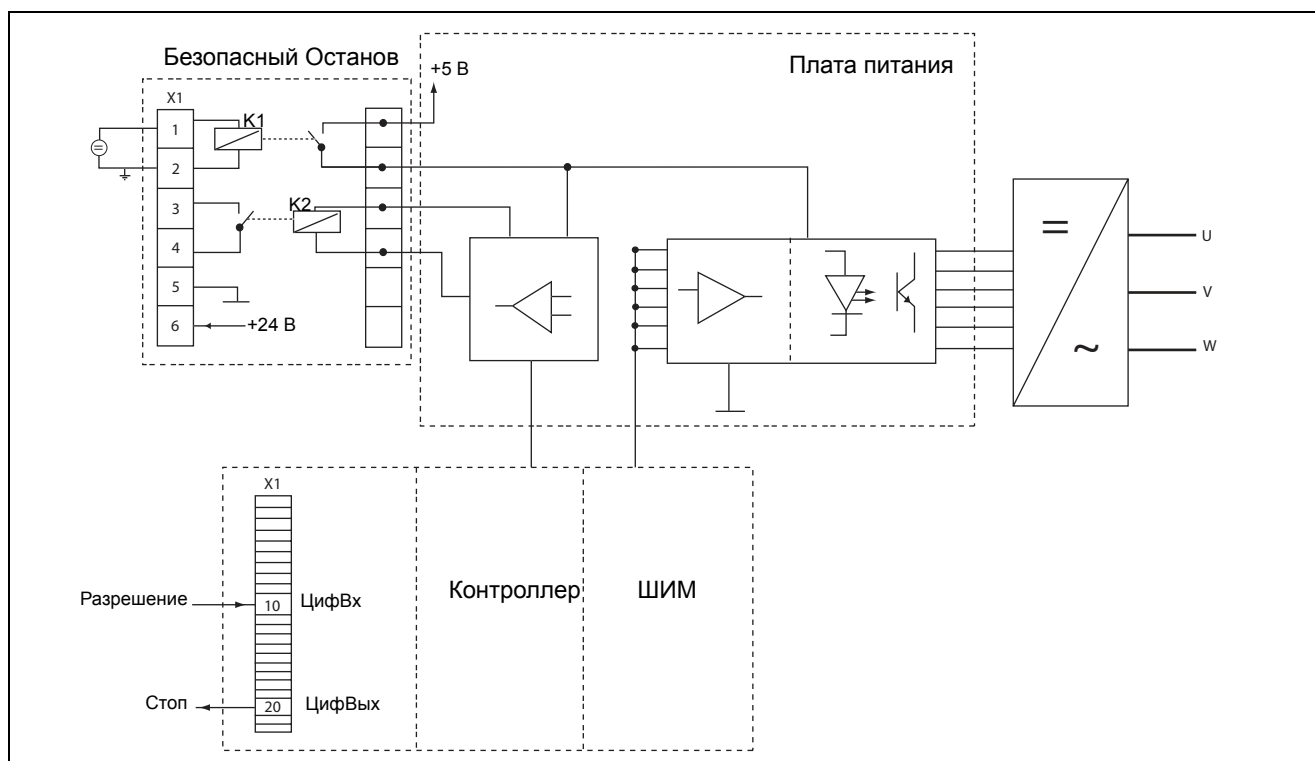

Рис. 122
- На плате расширений Безопасного Остойна необходимо активировать вход "Блокировка", подключив к клеммам 1 (Блокировка +) и 2 (Блокировка -) подключив источник 24 В постоянного тока, таким образом получит питание защитное реле K1, что в свою очередь деблокирует цепи управления выходными модулями. См. также Рис. 122.
- Высокий уровень сигнала на цифровом входе, например клемма 10 на Рис. 122, для которой установлено значение "Разрешение". Для получения информации о настройке цифрового входа см. раздел 11.6.2, страница 126.
Чтобы отследить функцию "Разрешение", можно воспользоваться выбором "Работа" на цифровом выходе, , например ЦифВых1, что соответствует клемме 20 в примере на Рис. 122, см. раздел 11.6.4, страница 132 [540].